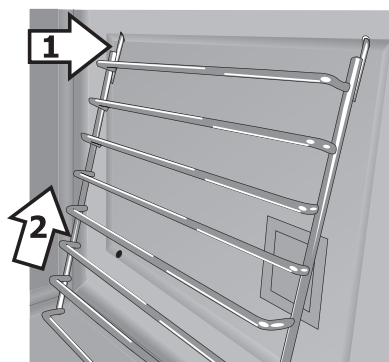

Figure 3:
1. Maintenez le support de grilles en lui donnant un angle vous permettant d'insérer les tiges supérieures dans les trous dans le haut de la cavité du four (Figure 3).
2. Soulevez le support dans les trous en alignant les tiges du bas du support dans les trous inférieurs de la cavité (Figure 3)